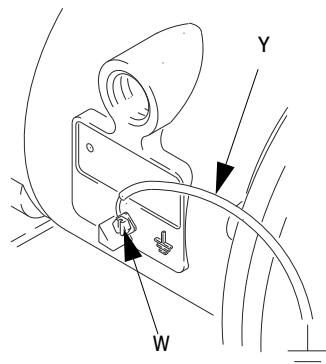

ABB. 1
- Pumpe:** Einen Erdungsleiter und eine Klammer wie in Abb. 1 gezeigt anbringen. Die Erdungsschraube (W) lockern. Ein Ende eines Erdungsleiters (Y) mit einem Mindestdurchmesser von $1,5 \text{ mm}^2$ (Stärke 12) hinter die Erdungsschraube schieben und die Schraube fest anziehen. Das Klammer-Ende des Erdungsleiters mit einem guten Massepunkt verbinden. Einen Erdungsleiter mit der Artikelnummer 819.0673 bestellen.